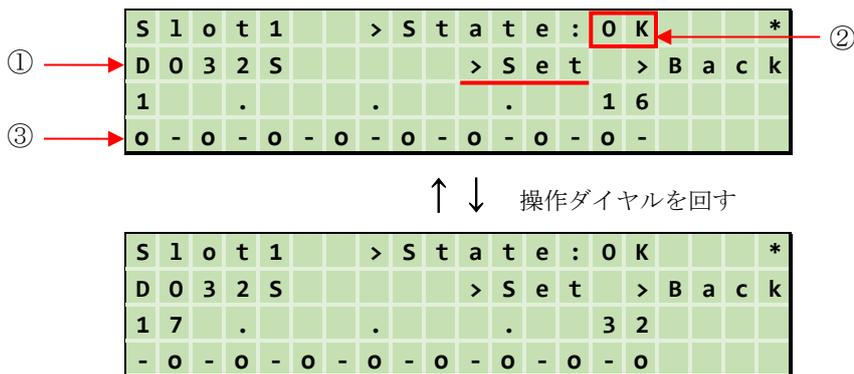

図 8.15 デジタル出力モジュール画面
デジタル出力	図 8.15 デジタル出力モジュール画面
デジタル出力モジュール画面 (図 8.15) で「> Set」を選択すると、デジタル出力状態設定画面を表示します。
① 一括設定実行可否
「> ON」を選択すると、デジタル出力モジュール画面 (図 8.15) へ切り替り、③の表示がすべて「○」に設定されます。
「> OFF」を選択すると、デジタル出力モジュール画面 (図 8.15) へ切り替り、③の表示がすべて「-」に設定されます。